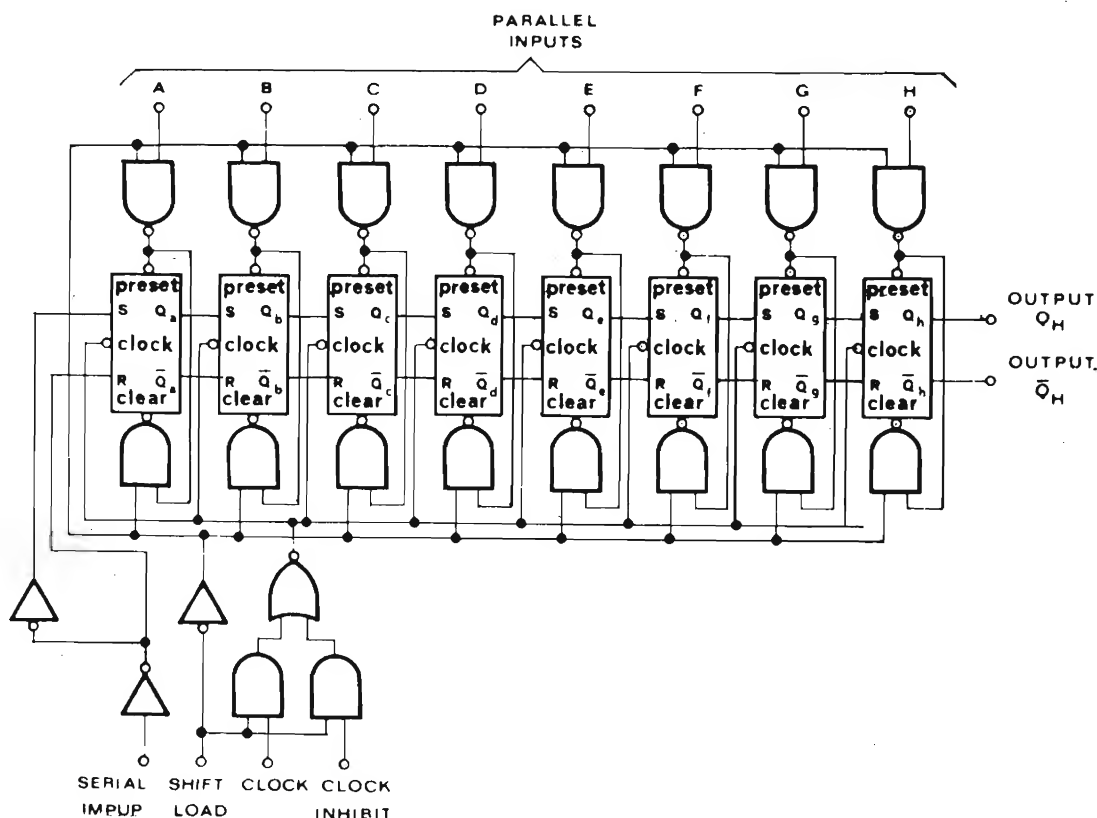

Fig. 5
- 2) SN74165 (T.I.) vedere fig. 5. Tipo 8 bit con caricamento seriale oppure parallelo, uscita seriale con "shift" a destra controllate dall'ingresso